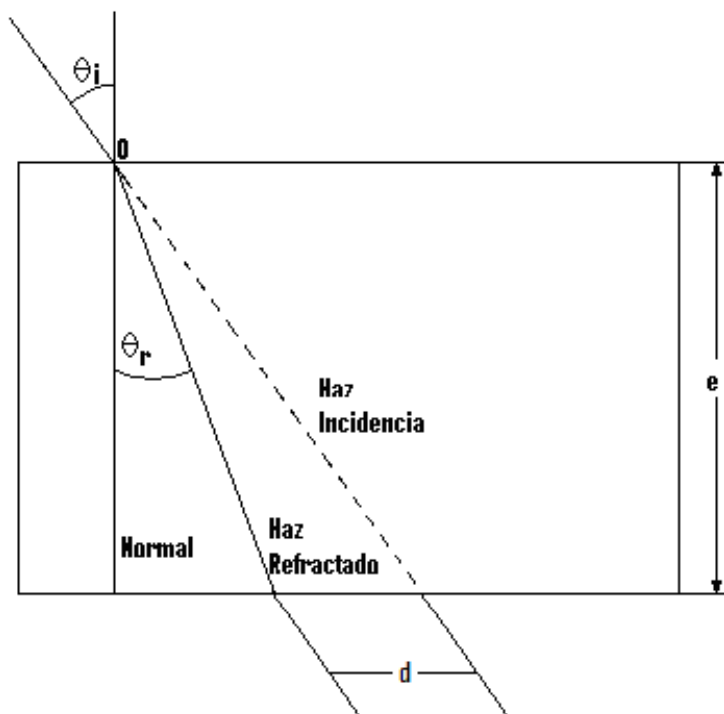

Figura 2. Medida del espesor de una lámina transparente de caras paralelas.
5. Para determinar experimentalmente el espesor de una lámina transparente de caras paralelas, como efectivamente lo son la lámina de vidrio y la cubeta con los diferentes líquidos, modificamos ligeramente el esquema de rayos de la *Figura 1b*. En la *Figura 2* se muestra la desviación del rayo incidente d que permite calcular el espesor experimental de la lámina, el cual podrá posteriormente validar mediante la ecuación 1.